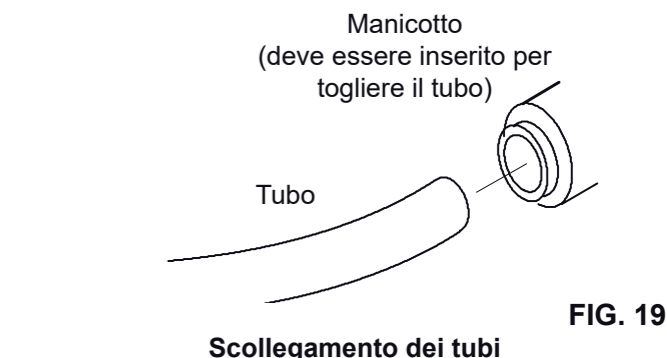

FIG. 19
1. Spingete completamente il manicotto all'interno con la punta delle dita (Fig.19).
2. Continuate a mantenere il manicotto all'interno mentre estraete il tubo (Fig.19)